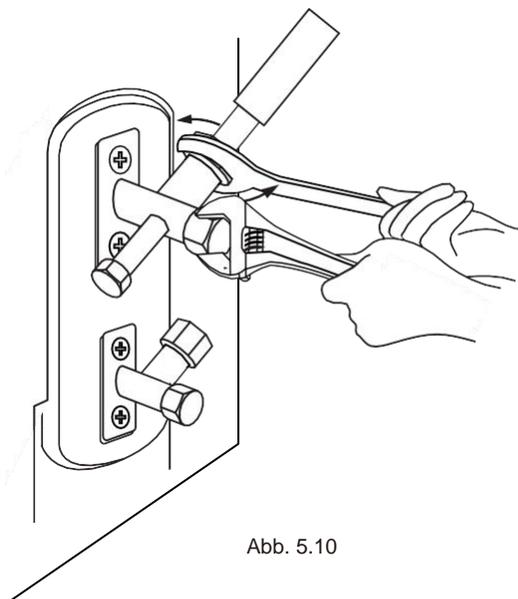

**Abb. 5.9**
1. Nehmen Sie den Deckel aus den Ventilen auf der Seite der Außeneinheit (Siehe **Abb. 5.9**)